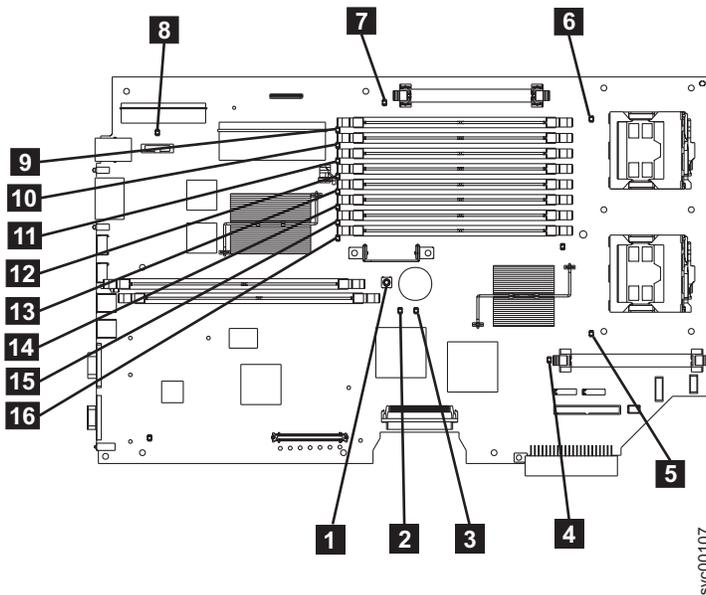

Figure 93. Voyants de la carte mère sur les systèmes SAN Volume Controller 2145-8F2 et SAN Volume Controller 2145-8F4
OUI Consultez le tableau 47, à la page 277 et exécutez l'action indiquée pour les voyants du système de diagnostics par voyants spécifiques, puis allez à l'étape 3, à la page 278. Certaines actions nécessitent que vous observiez l'état des voyants sur la carte mère ou sur les fonds de panier des ventilateurs. La figure 93, à la page 276 montre l'emplacement des voyants de la carte mère. Les voyants de ventilateur se trouvent à côté de chaque ventilateur. Pour visualiser les voyants, procédez comme suit :
d. Appuyez sur le bouton du système de diagnostics par voyants **1**. Voir figure 93.